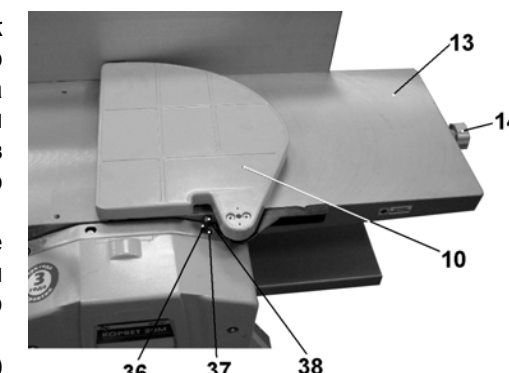

Рис. 11
11.2. Переоборудуйте машину для выполнения строгания. Выберите соответствующую глубину строгания по шкале (37), для чего поворотом маховика (14) установите высоту стола подачи (13); установите защитную планку (10), Рис.11.